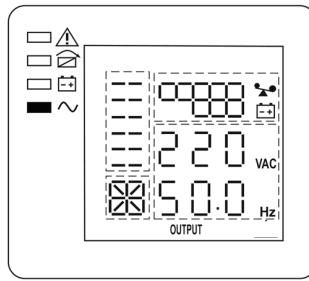

Рисунок 7 - Состояние ЖК-дисплея и индикаторов в режиме «ОСНОВНОЙ» (АКБ и нагрузки подключены).
- Включите изделие комбинацией кнопок + (см. п. 1 таблицы 2). Изделие выполнит автоматическое самотестирование, определит качество входного сетевого напряжения и уровень нагрузки. Процесс самотестирования сопровождается последовательным включением/выключением всех индикаторов. После самотестирования изделие перейдет в режим «ОСНОВНОЙ» и продолжит заряд АКБ. Индикатор «БАЙПАС» погаснет, а индикатор «ИНВЕРТОР» включится (см. рисунок 7).
- Включить нагрузки. Если нагрузок много, необходимо включать их последовательно, одну за другой, на ЖК-дисплее отобразится уровень нагрузки (см. рисунок 7).
Вновь подать сетевое напряжение. Изделие должно автоматически перейти в режим «ОСНОВНОЙ» (см. рисунок 7), либо в режим «ЭКО», если параметр ЕСО включен (см. Приложение 2, описание настройки параметров изделия).